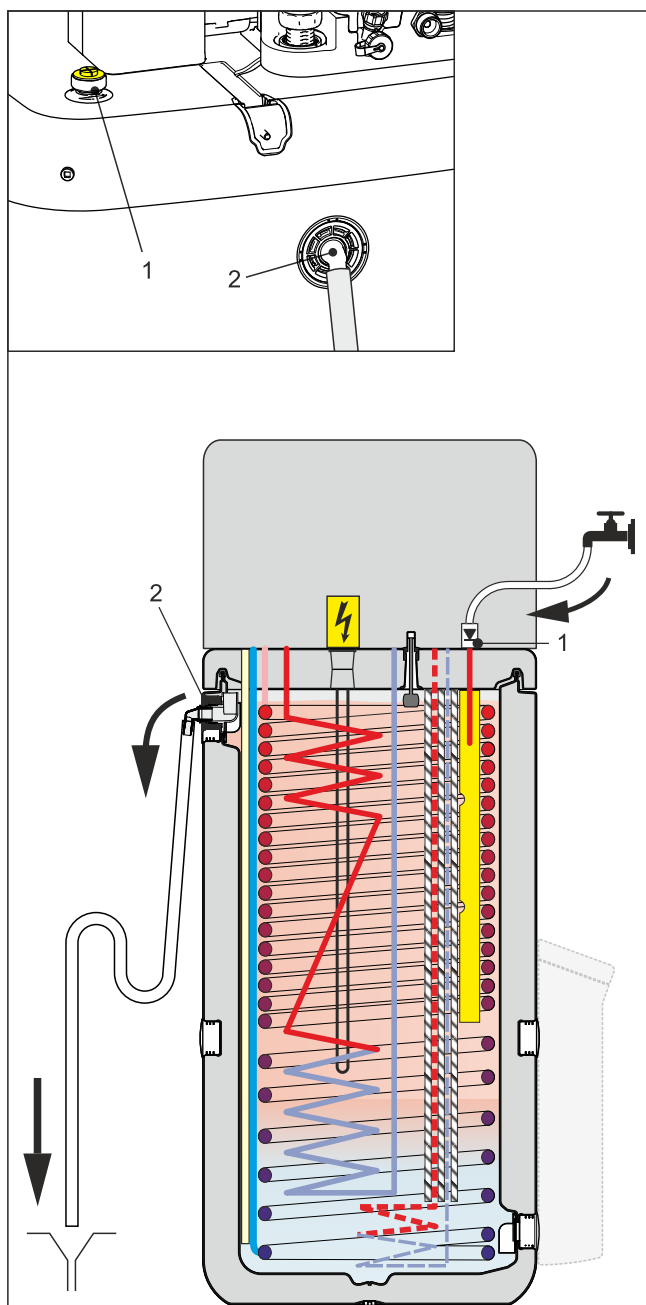

Fig. 3-48 Riempimento serbatoio ad accumulazione inerziale - senza sistema solare DrainBack collegato
- 1 Collegare il **tubo flessibile di riempimento** con valvola di non ritorno (1/2") al collegamento "**Solare - Mandata**" (Fig. 3-48, pos. 1).
- 2 **Riempire** il serbatoio dell'accumulatore dell'unità interna **fino a quando l'acqua esce dal collegamento di troppopieno** (Fig. 3-48, pos. 2).
- 3 **Riempire** il serbatoio dell'accumulatore dell'unità interna **fino a quando l'acqua esce dal collegamento di troppopieno** (Fig. 3-48, pos. 2).